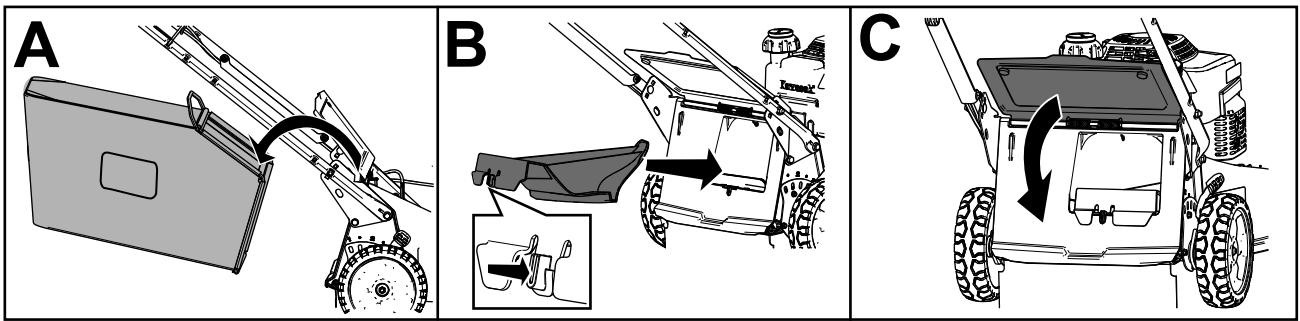

Figura 19
- Se o saco de relva estiver na máquina, retire-o (A de Figura 19).
- Se o bujão de descarga traseira não estiver instalado, agarre-o pela pega, eleve o defletor traseiro e insira-o na calha de descarga traseira até que encaixe no sítio (B de Figura 19).
- Retire a barra do saco de relva das ranhuras na base da pega (A de Figura 19).
- Insira o bujão de descarga (B de Figura 19).
- Baixe o defletor traseiro (C de Figura 19).